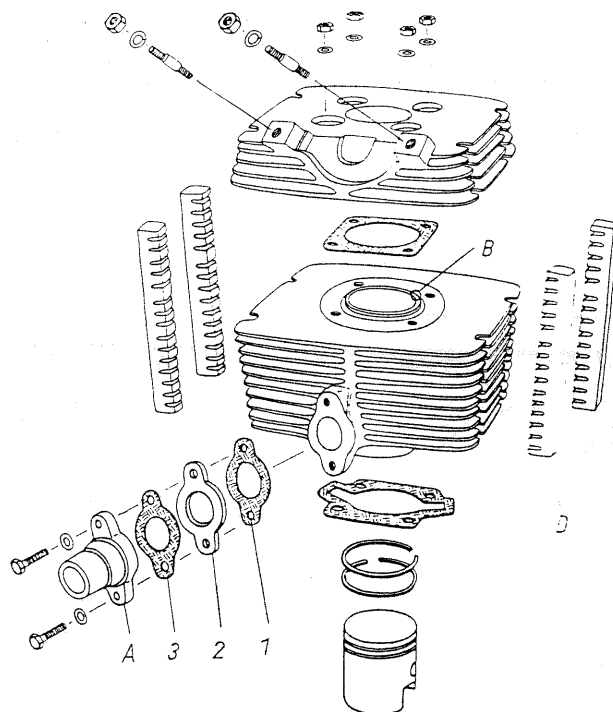

Fig. 189. Sous-ensemble de cylindre
Sur la chemise de cylindre, un collet (B à la fig. 189) ayant la hauteur de $2_{-0,2} \text{ mm}$ fut dégrossi en haut. Celui-ci assure le centrage de la rondelle compensatrice et empêche que la température de combustion vient en contact direct avec les rondelles compensatrices en aluminium. Après avoir mesuré la cote interstitielle, la neuve rondelle compensatrice déterminée est posée au-dessus du collet de cylindre (B) sur le cylindre.
Finalement, enfoncer les quatre peignes d'amortissement (D) dans le cylindre et le couvercle de cylindre (voir fig. 189).
Pour terminer, il faut monter la tubulure d'admission (A). Il faut observer l'ordre (voir fig. 189) qui est joint d'étanchéité (1), flasque isolant (2), joint d'étanchéité (3 – identique avec 1) et tubulure d'admission (A). Serrer les deux vis $M 6 \times 25$ en alternance au couple maximum de 10_{-3} Nm ($1_{-0,3} \text{ kpm}$) pour que le flasque isolant ne soit pas détruit.